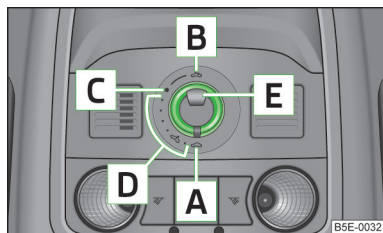

Fig. 25
- Dacă bateria a fost deconectată și apoi reconectată, se poate întâmpla ca trapa glisantă/rabatabilă să nu funcționeze. Apoi aduceți comutatorul rotativ în poziția comutatorului **A** » fig. 25 la pagina 52, trageți de degajare și mențineți-l în jos și înșpre în față. După aprox. 10 secunde trapa glisantă/rabatabilă se deschide și se închide la loc. Abia după aceea eliberați comutatorul rotativ.
➤ Rotiți comutatorul în poziția **C** » fig. 25.